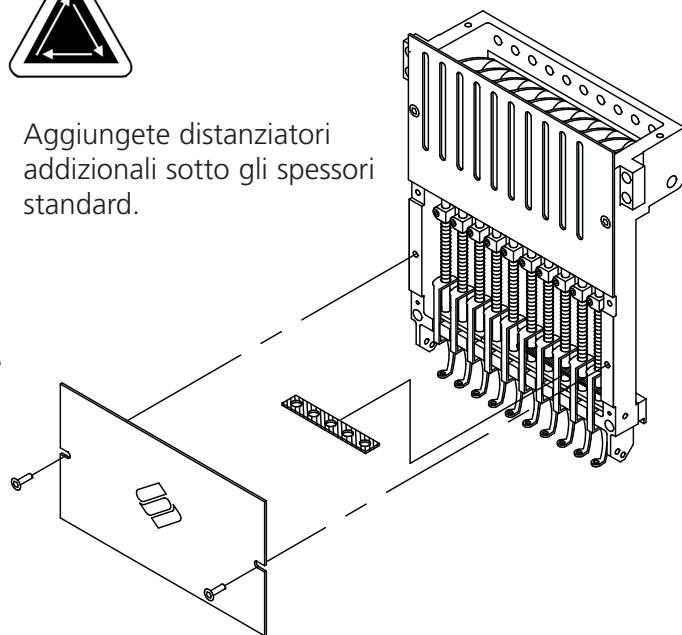

Figura 3-12
Le placche degli aghi sollevate possono migliorare la qualità del ricamo sui berretti. Quando i telai per berretti sono attaccati, la curva del telaio lascia uno spazio aggiuntivo tra il berretto ed la placca degli aghi. Per eliminare questo spazio e per assicurare un ricamo di alta qualità, un operatore qualificato o una persona addetta alla manutenzione dovrebbe installare delle placche degli aghi come descritto qui di sotto. Vedete la Figura 3-12.
6. Usando un piccolo cacciavite con lama piatta, spingete il distanziatore standard in alto dalla parte superiore dell'assemblaggio del driver del premistoffa (vedete la Figura 3-12).